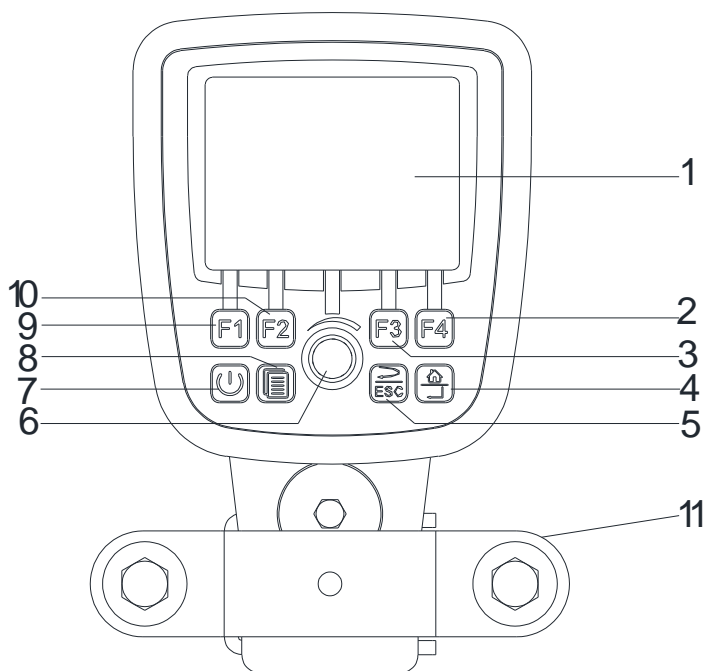

Bild 28 Bediengerät VisionX Display (hybrid)
- Bediengerät VisionX Display (hybrid) (Bild 28)
Wenn der Tellerstreuer nicht an ein Zugfahrzeug angehängt ist, wird das Bediengerät in einer Halterung an der Vorderseite des Trichters eingehängt. Eine im Lieferumfang enthaltene Halterung (Bild 28/11) für die Montage im Zugfahrzeug ermöglicht das Einhängen des Bediengeräts. Der Tellerstreuer kann aus dem Zugfahrzeug heraus bedient werden.